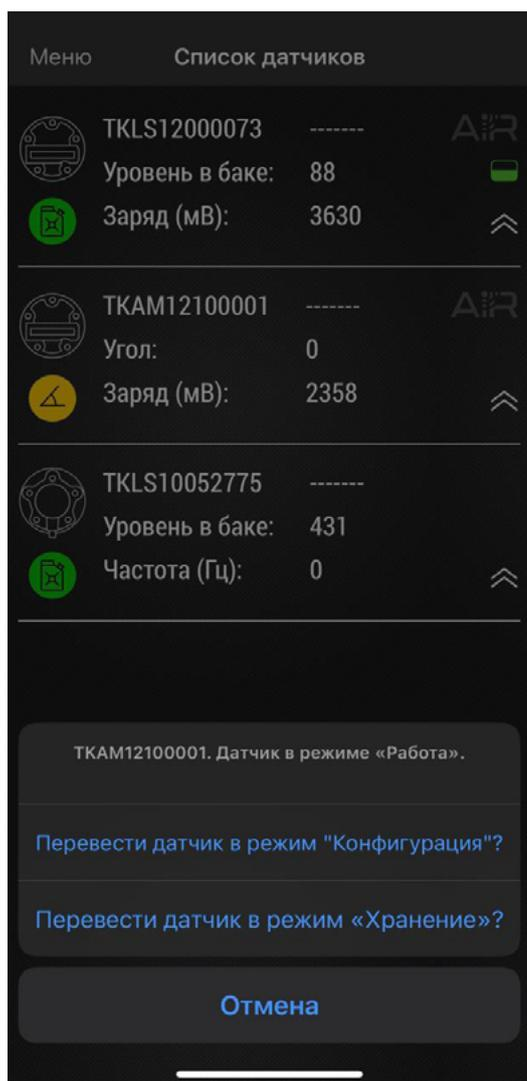
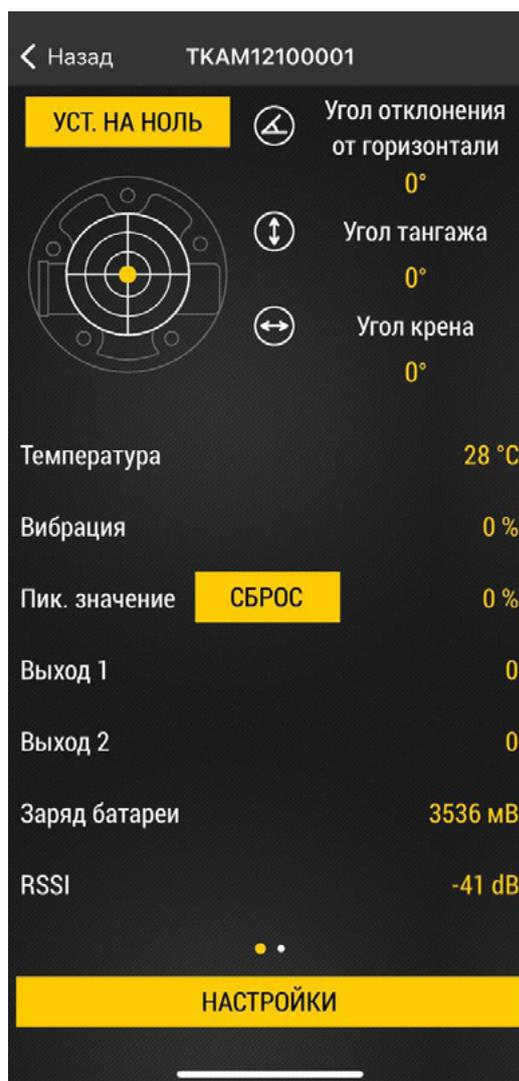
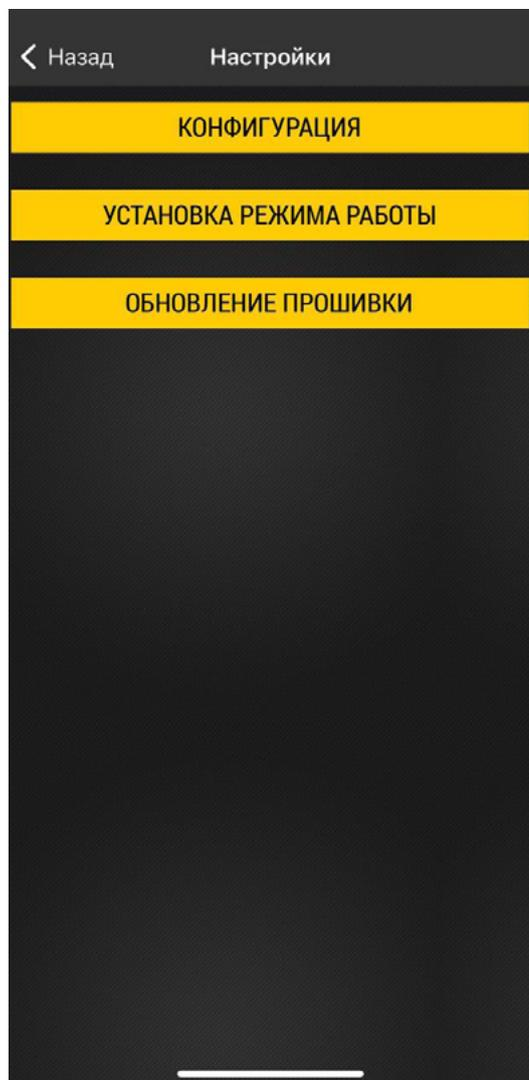
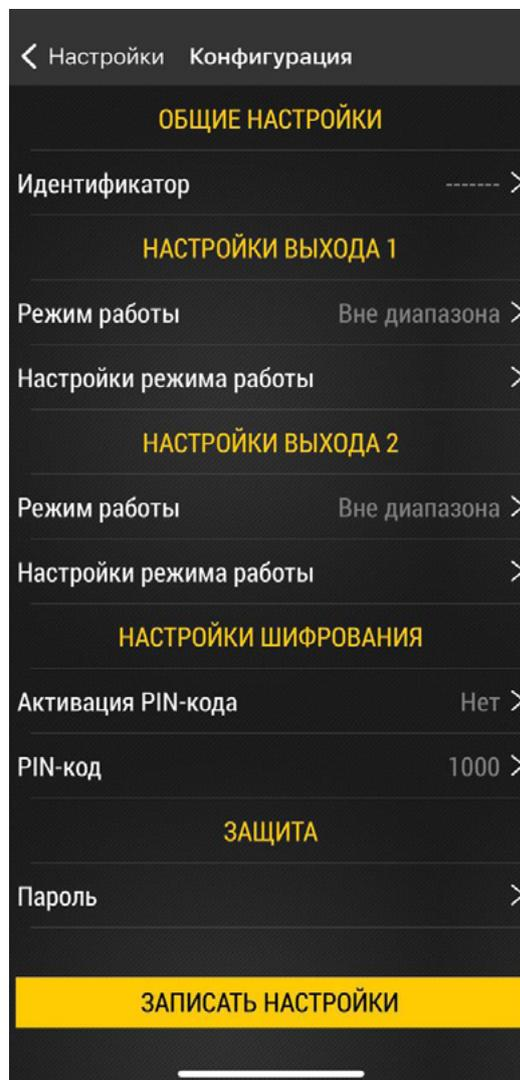

Рис.9. Выбор режима.
Рис.10. Рабочий экран.
Рис.11. Главное меню.
Рис.12. Настройки датчика.
- Для изменения параметров работы датчика, находящегося в режиме «Работа», переведете его в режим «Конфигурация». Для этого откройте приложение USP Tool и перейдите в меню «Активация» датчика. Далее поднесите NFC сканер мобильного устройства к датчику и в приложении выберите режим «Конфигурация» (**Рис.9**). На рабочем экране приложения появятся показания датчика (**Рис.10**).
На рабочем экране (**Рис.10**) нажмите «Настройки», далее «Конфигурация» (**Рис.11**). Откроется экран с настройками датчика (**Рис.12**).